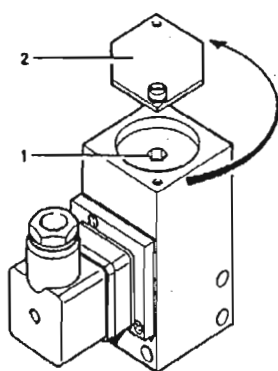

Рис. 46 Выключатель конечного давления
Если необходима перенастройка, откройте крышку (2, Рис. 46). Отрегулируйте винт (1) на требуемую величину давления с помощью 6мм-го торцевого ключа.